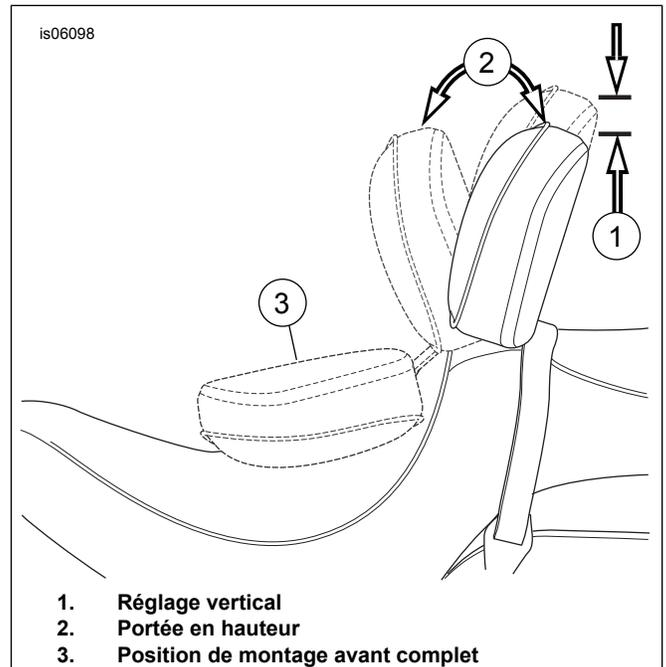

Figure 13. Positions du dossier
7. Voir Figure 13 . Une fois le dossier et l'assise en place, poussez le dossier vers l'avant jusqu'à sa position maximale (3). Le mécanisme du dossier va venir appuyer contre la face inférieure de la selle et contre le protège-selle qui a été inséré.
1. Voir Figure 13 . La poignée de réglage est utilisée pour déplacer le coussin du dossier dans les positions vers l'avant et vers l'arrière.
2. Afin d'ajuster le coussin du dossier vers l'avant ou vers l'arrière (2), pousser la poignée. Appuyer contre le coussin du dossier pour faciliter le réglage arrière. En évitant de faire pression sur le coussin du dossier, mais en appuyant sur la poignée, le dossier viendra se placer à sa position avant maximale. Relâcher la poignée pour verrouiller le dossier en place.
3. Pour régler le coussin du dossier vers le haut et vers le bas (1), tirez le bouton à l'arrière du coussin. Soulevez et abaissez le dossier dans la position souhaitée, puis le relâcher lorsque le coussin est dans la position désirée.